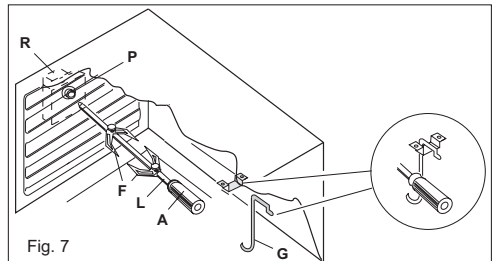

Fig. 7
- Infilare il pollo o la parte da arrostitire nello spiedo **L** avendo cura d'immobilizzarlo tra le due forchette **F** e di equilibrarlo, in modo da evitare sforzi inutili al motore **R** (fig. 7).
- Mettere lo spiedo sul supporto **G**, dopo aver introdotto la sua estremità opposta nel foro **P** del motorino **R** (fig. 7).
- Per togliere lo spiedo, operare in modo contrario utilizzando la manopola **S** ed un guanto di protezione in lana isolante (fig.7).